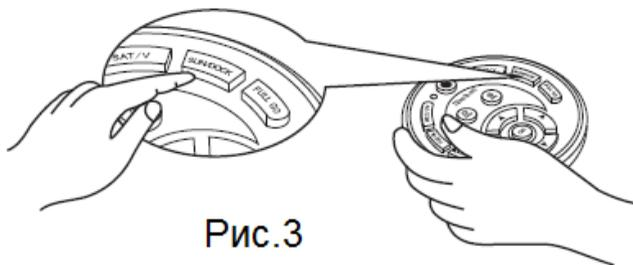

Рис.3
4) Если Вы хотите отправить пылесос на подзарядку, нажмите клавишу DOCKING на пульте управления. Робот найдет станцию подзарядки в границах доступа и встанет на подзарядку. (См. Рис.3).